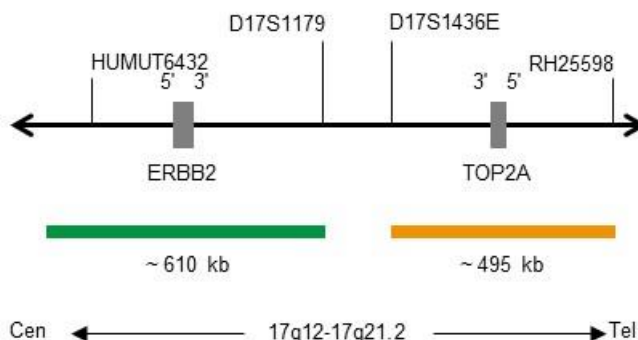

Fig. 1: SPEC ERBB2/TOP2A Mappa della sonda (non in scala)
- Polinucleotidi (~10 ng/ μ l) marcati con ZyGreen (eccitazione 503 nm/emissione 528 nm), le cui sequenze target mappano in 17q12-q21.1* (chr17:37,572,531-38,181,308) che ospitano la regione del gene ERBB2 (vedere Fig. 1).
- Polinucleotidi (~4,5 ng/ μ l) marcati con ZyOrange (eccitazione 547 nm/emissione 572 nm), le cui sequenze target mappano in 17q21.1-q21.2* (chr17:38,323,741-38,818,030) che ospitano la regione del gene TOP2A (vedere Fig. 1).
Situazione normale: Nelle interfasi di cellule normali o di cellule senza amplificazione che coinvolgono le rispettive regioni geniche, sono attesi due segnali verdi, due arancioni e due blu (vedere Fig. 1).